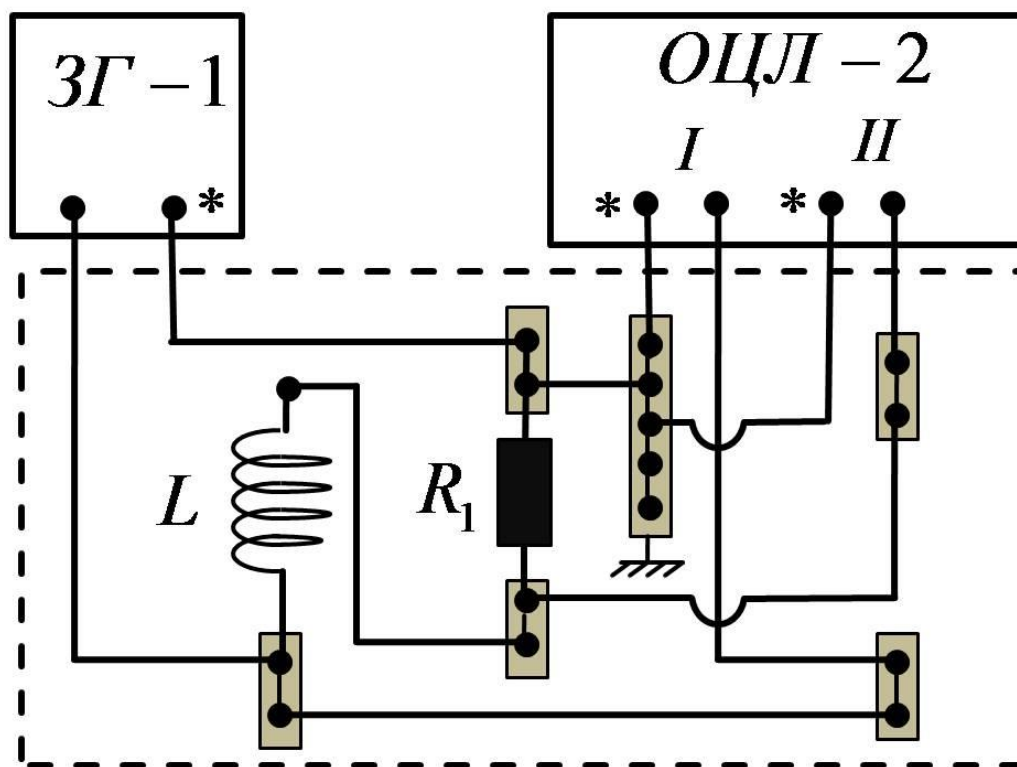

Рис.11. Рабочая схема для изучения RL -цепи.
1. Соберите электрическую схему (рис. 11) . Используйте резистор $R_1=68$ Ом и катушку индуктивности $L_1=10$ мГн. Установите ручку регулировки выходного напряжения генератора в положение 3,5 деления, а частоту выходного сигнала генератора $f=350$ Гц. Сигнал с генератора ЗГ-1 подайте на вход цепочки и на канал I осциллографа, сигнал с резистора подайте на канал II осциллографа.